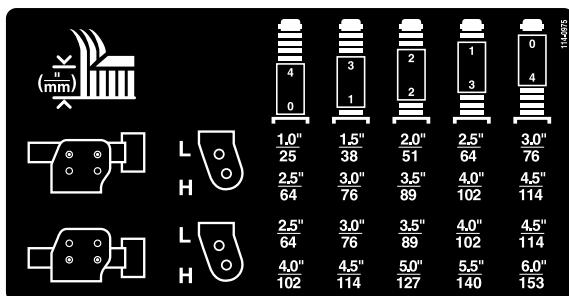

Figure 26
3. Placez les essieux des roues pivotantes dans les mêmes trous sur toutes les chape ; voir le tableau (Figure 26) pour déterminer les trous corrects pour le réglage.